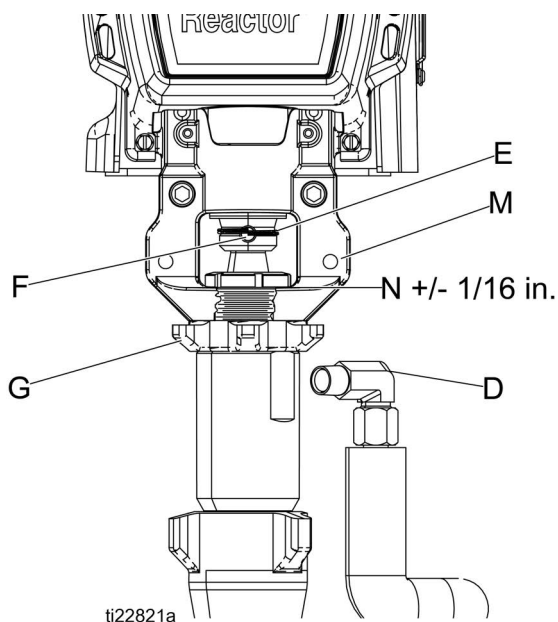

Fig. 3
1. S'assurer que le contre-écrou (G) est bien vissé sur la pompe en orientant le côté plat vers le haut. Visser la pompe sur le boîtier de coussinet (M) jusqu'à ce que les orifices de la broche soient alignés. Enfoncer la broche (F). Tirer le clip (E) du câble de retenue vers le bas. Consulter la Fig. 3 pour une vue et des notes de montage.
2. Continuer à visser la pompe dans le boîtier jusqu'à ce que la sortie de fluide (D) soit en face du tuyau d'acier et que les filetages supérieurs soient à +/- 2 mm (1/16 po.) de la face des roulements (N).
3. Serrer l'écrou (G) en frappant avec force avec un marteau anti-étincelles.
4. Rebrancher l'entrée (C) et la sortie (D) de fluide.